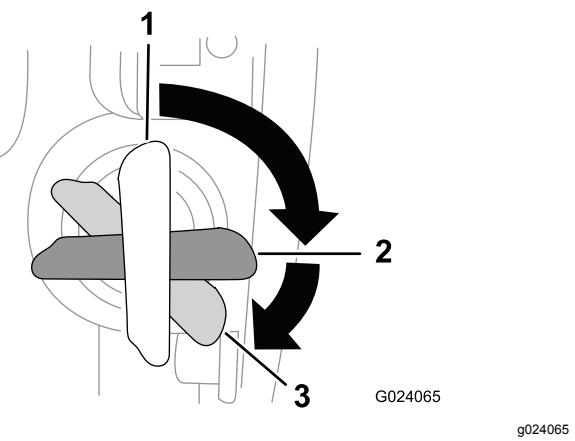

Figura 15
4. Gire el interruptor de encendido a la posición de ARRANQUE y manténgalo en esa posición hasta que el motor arranque (Figura 15).